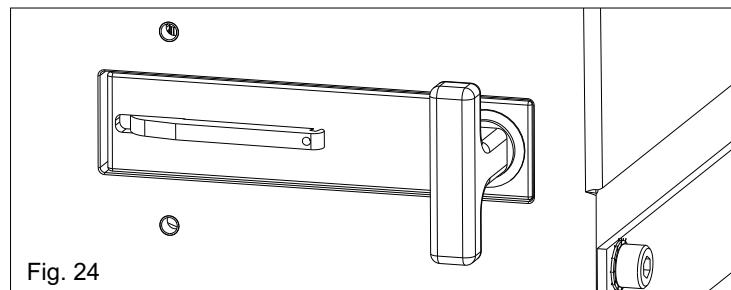

Fig. 24
- Empujar la palanca de desbloqueo hasta el completo cierre.(Fig.24).